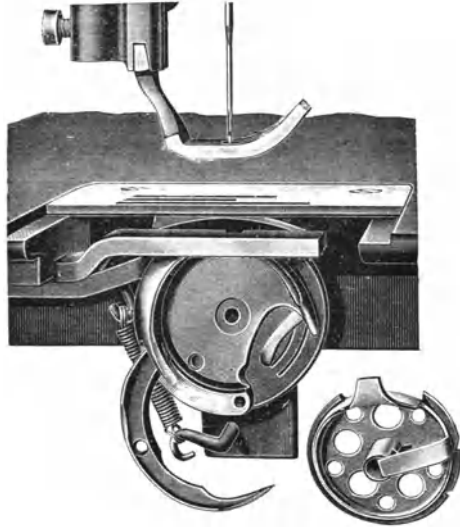

Abb. 23. Ansicht des Greifers mit abgenommenem Spulengehäuse.
2. Durch einen an dem Spulengehäuse befindlichen Handflansch, der in eine im Greifertessel befindliche Nut eingreift. Will man das Spulengehäuse aus dem Greifertessel entfernen, so dreht man den mit einer kleinen Schraube gehaltenen Hebel c, Abb. 23 seitwärts¹⁾. Die Drehung des Gehäuses wird dadurch verhindert, daß ein Ausschnitt an seinem äußeren Rande um einen Vorsprung des oberhalb gelagerten Spulengehäuseschalters greift (oder umgekehrt sein Vorsprung in einen Aus-